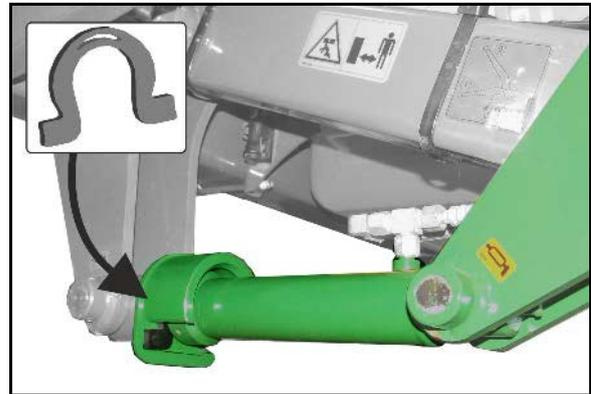

Fig. 101
3. Soltar los tornillos (1).
4. Ajustar la longitud del disco trazador a la distancia "A" (Fig. 101).